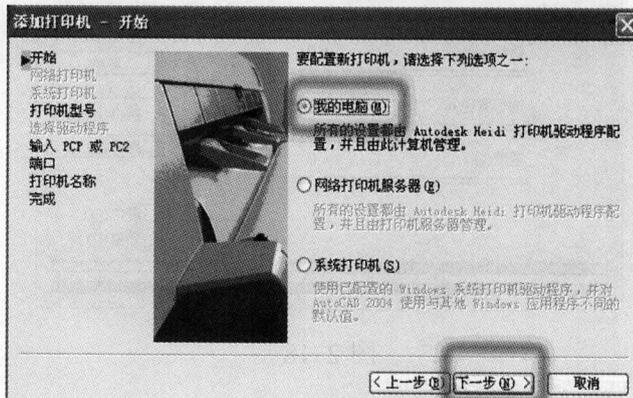

图 2-24
(4) 出现如图 2-24 所示的【添加打印机-开始】“Add Plotter-Begin”面板，选择【我的电脑】“My Computer”项，然后单击“下一步”按钮。